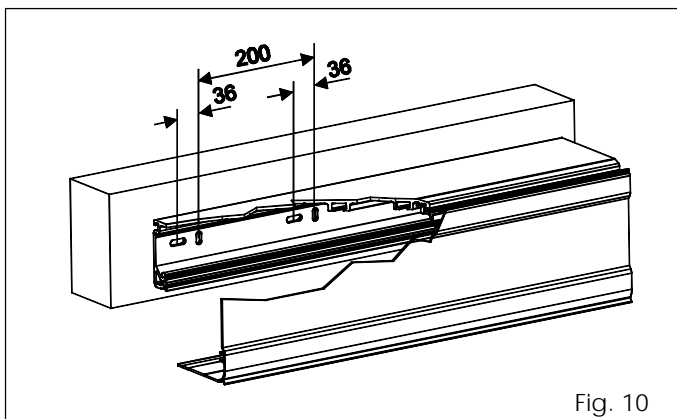

Fig. 10
- Fije el travesaño inicialmente en coincidencia con una ranura vertical de un extremo, y seguidamente con una ranura horizontal del otro extremo (utilizando tornillos M8 con sus correspondientes tacos) y nivele hasta que quede paralelo al pavimento. Efectúe una fijación central levantando con fuerza el travesaño para alinear los tres puntos de fijación. Proceda con las restantes fijaciones alternando ranuras verticales y horizontales (fig. 10).